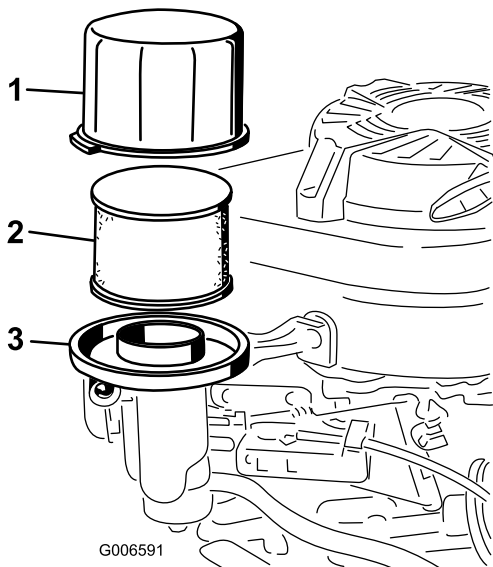

Figura 25
3. Scoateți capacul și curățați-l bine (Figura 25).
4. Demontați prefiltrul de spumă din filtrul de hârtie (Figura 25) și înlocuiți filtrul de hârtie, dacă este excesiv de murdar.